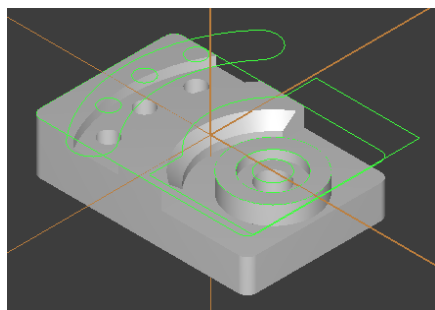

图 5-4 零件 1 的正面 CAD 建模
- 13) 新建层: 3, 设定名称“surface”, 颜色为“8”(灰色), 将第 3 层设为当前层。在“绘图”菜单里, 单击“曲面”“由实体产生”, 选择刚才所建的实体, 产生曲面, 并关闭第 2 层。最终建模效果如图 5-4 所示。